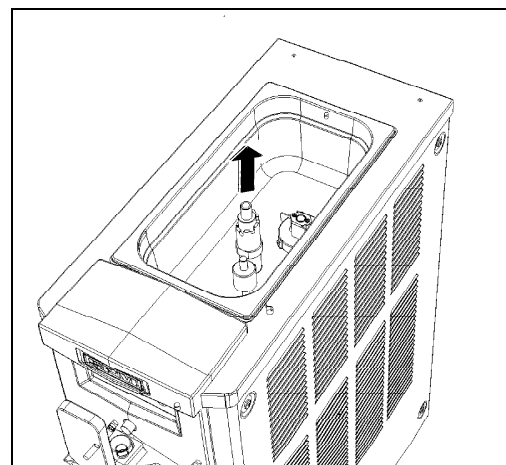

Fig. 5
- Remove the top tank lid (fig. 5).